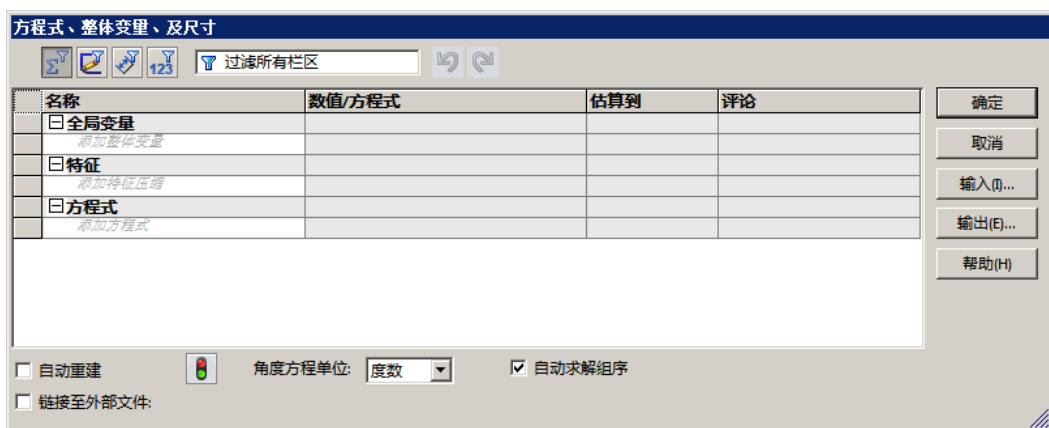

图 11.4.15 “方程式、整体变量、及尺寸”对话框
Step3. 链接数值。用鼠标右键单击设计树中的**注解**，在系统弹出的快捷菜单中单击**显示特征尺寸(C)**选项；选择下拉菜单**工具(T)**  **方程式(Q)...**命令，系统弹出“方程式、整体变量、及尺寸”对话框，如图 11.4.15 所示，在“方程式、整体变量、及尺寸”对话框**方程式**的文本框中单击，然后在图形中依次选取“R40”尺寸和“40”尺寸，单击**确定**按钮，完成链接数值。